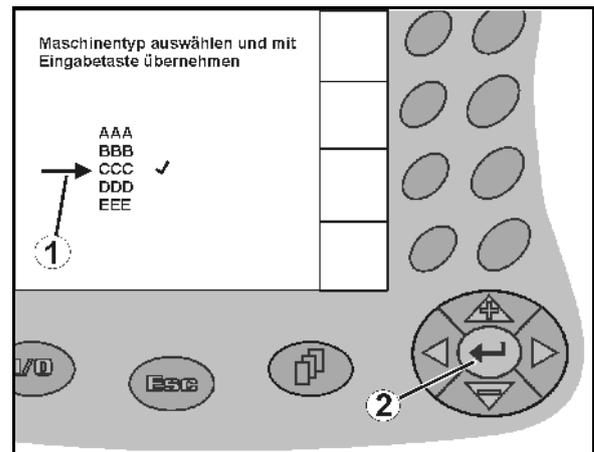

Fig. 13
- Posisjoner valgpilen (Fig. 13/1) med  og .
-  Bruke valget (Fig. 13/2).